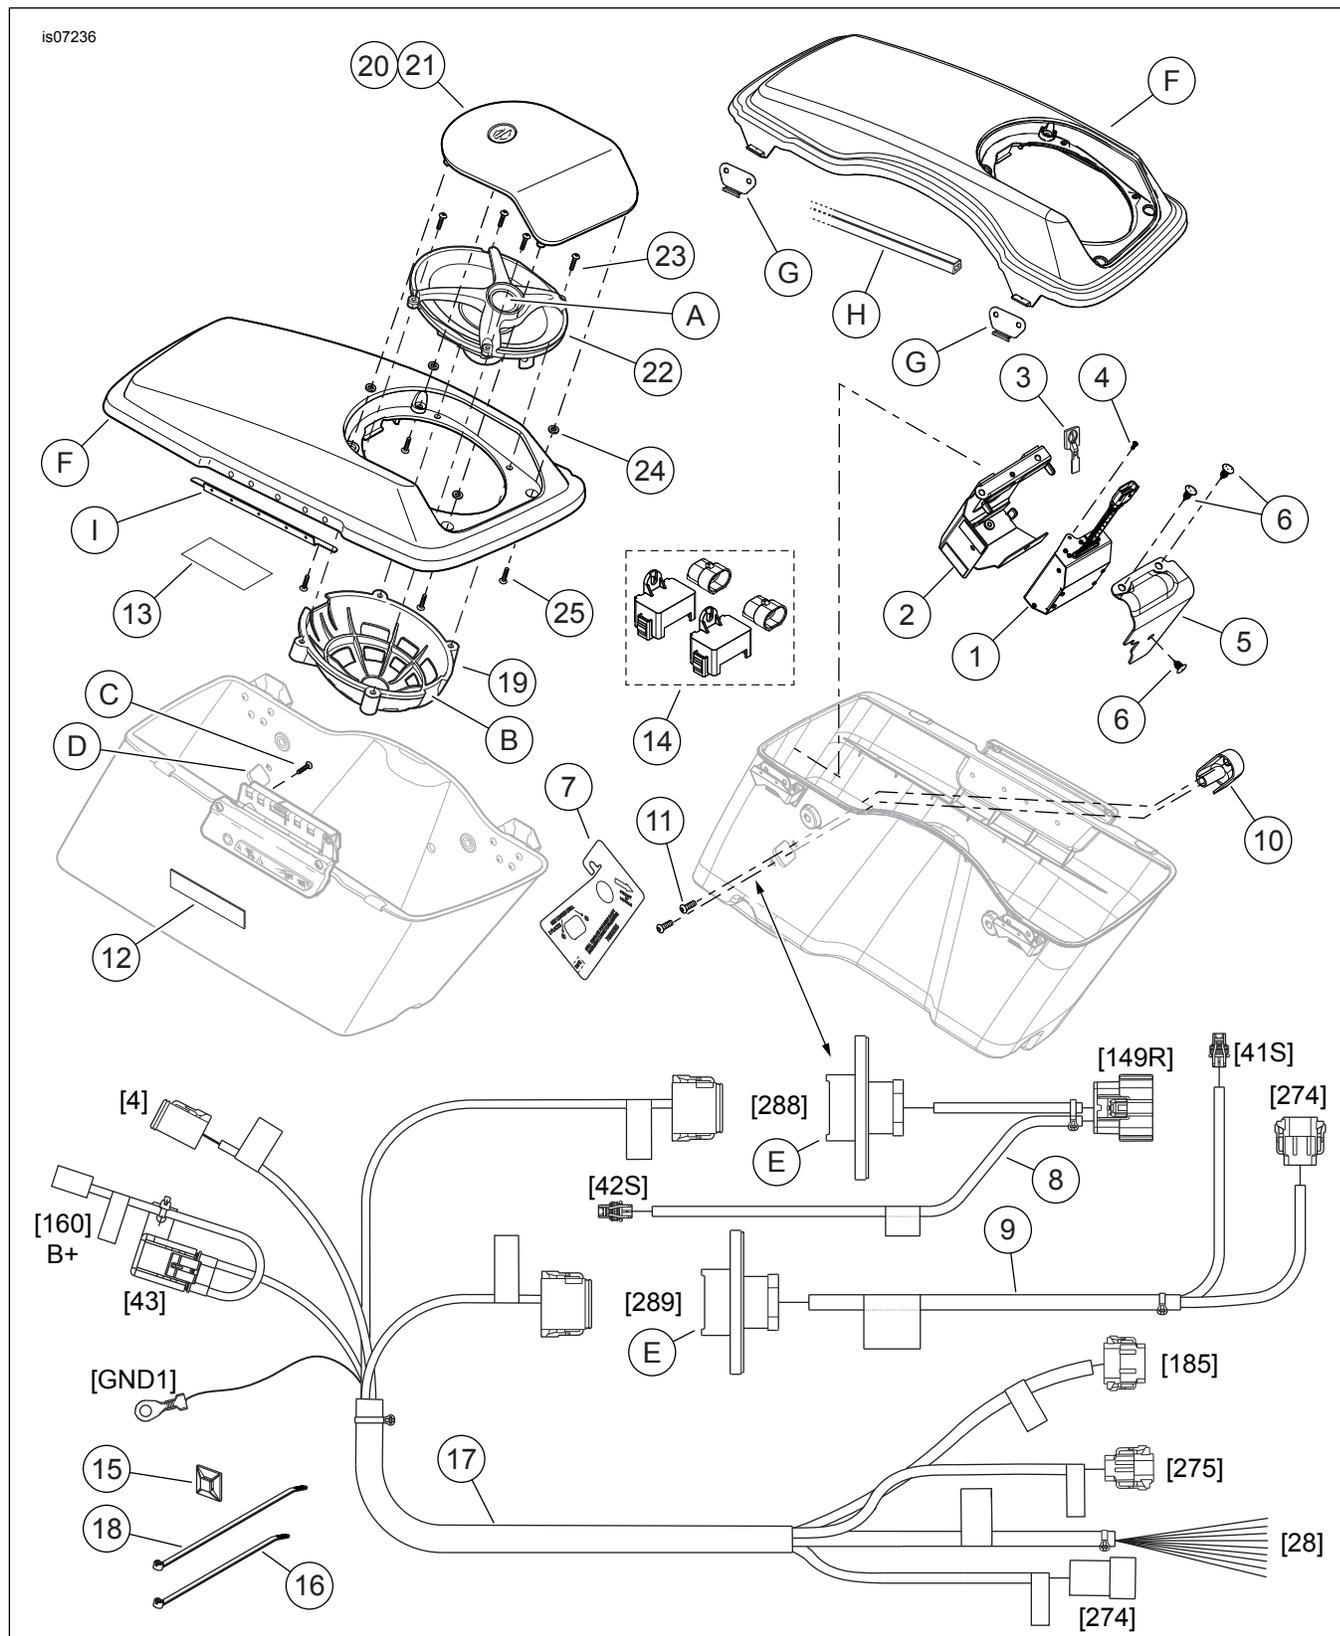

Figura 7. Parti di ricambio, kit di espansione degli altoparlanti per CVO
1. Vedere Figura 7. Prendere dal kit il cablaggio dell'audio (17).
9. Vedere Figura 7. Passare le quattro diramazioni della parte anteriore del cablaggio dell'audio (17) all'interno della carenatura lungo la disposizione del cablaggio di interconnessione, verso la parte superiore sinistra della carenatura interna.